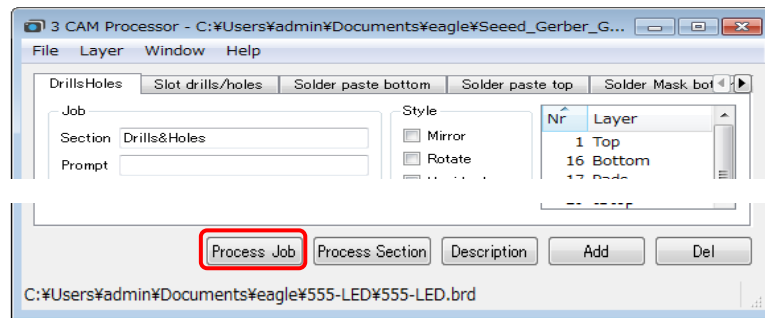

図 42
- ① [Process Job]ボタンをクリックするとガーバーデータが出力されます。図 42